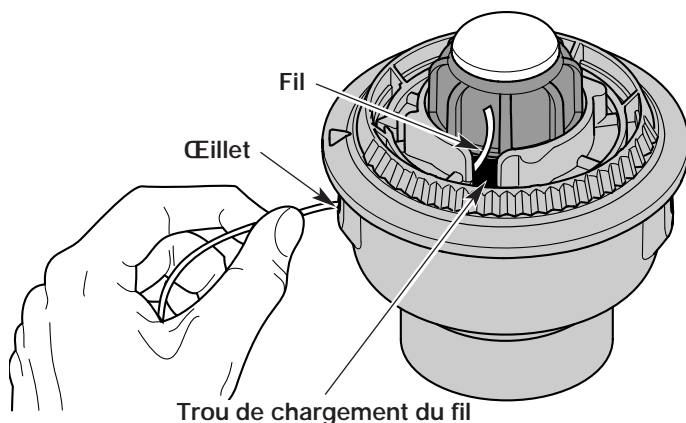

Fig. 15
3. Tirez le vieux fil des trous de chargement et de blocage du fil (Fig. 15 et 16).
4. Insérez un morceau de fil dans l'un des deux œillets de la bobine extérieure. Enfoncez-le dans le trou de chargement du moulinet intérieur (Fig. 15). Ne pliez pas le fil en l'insérant dans l'œillet.